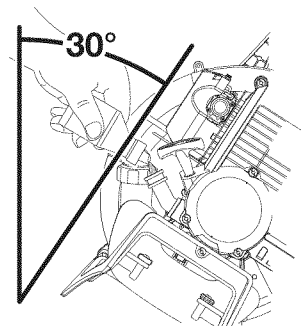

Fig. 9
5. Inclíne la unidad 30° hacia el lado (Fig. 9).